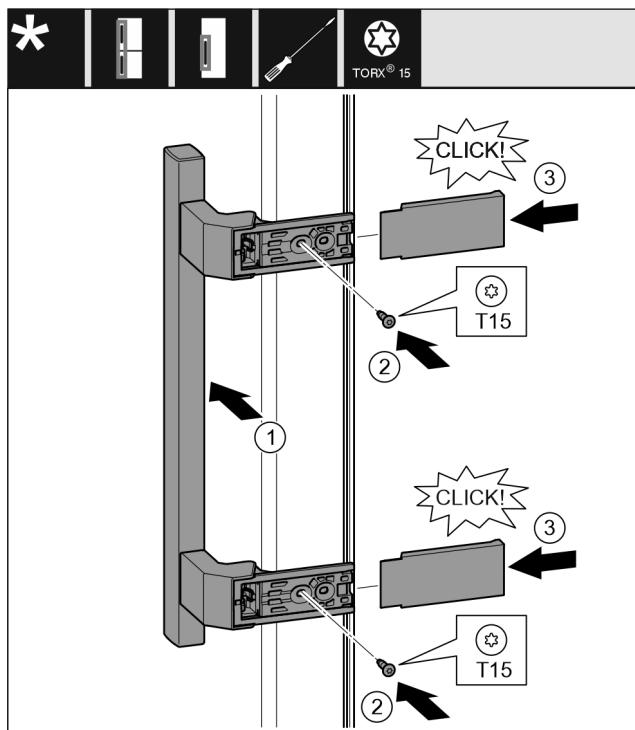

Fig. 14
- Nasadte madlo na protilehlé straně. Fig. 14 (1)
- Šroubovákem T15 pevně utáhněte šrouby. Fig. 14 (2)
- Z boku nasadte a nasuňte kryty. Fig. 14 (3)